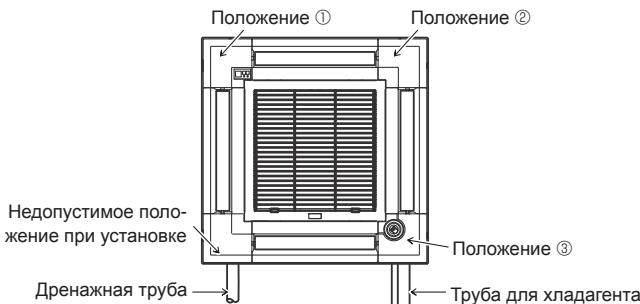

Fig. 6-11
Для главного прибора нельзя устанавливать угловую панель приемника сигналов на стороне дренажной трубы. (См. Fig. 6-11)
• Угловая панель i-see Sensor должна крепиться на вентиляционную решетку ① винтом ③.
* Если положение i-see Sensor было изменено с положения по умолчанию (положение ③) на другое положение, измените настройки функции. (Fig. 6-11)
* Для главного прибора невозможно установить угловую панель i-see Sensor на стороне дренажной трубы. (См. Fig. 6-11)